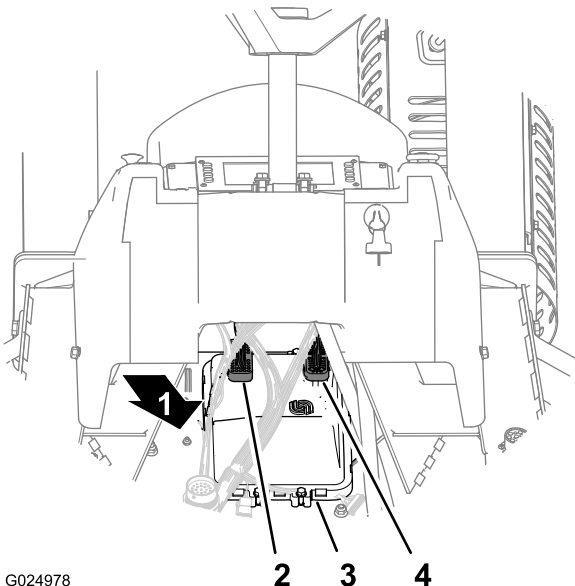

Figure 124
2. Débranchez le connecteur à 50 douilles (CPU 1) au dos du module ordinateur (Figure 124).
3. Débranchez le connecteur à 38 douilles (CPU 2) au dos du module ordinateur (Figure 124).
1. Branchez le connecteur à 38 douilles (CPU 2) au dos du module ordinateur (Figure 124).
2. Branchez le connecteur à 50 douilles (CPU 1) au dos du module ordinateur (Figure 124).